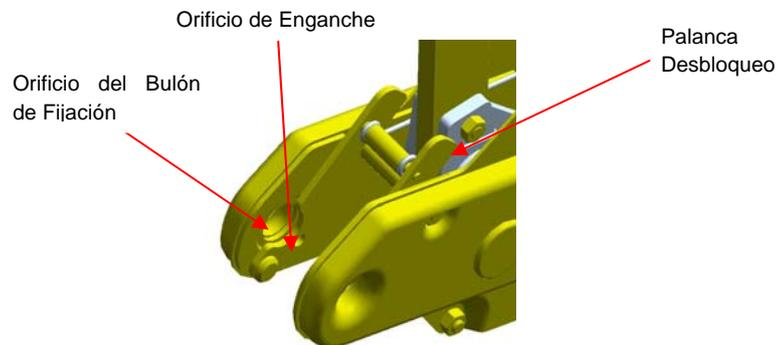

Fig. 3-11 Orificio de enganche y orificio del Bulón de Fijación
- Accionar la Palanca de Desbloqueo mediante la Palanca de Accionamiento hasta que el Orificio de Enganche aparezca en el centro del Orificio del Bulón de Fijación. (Ver Fig. 3-11).